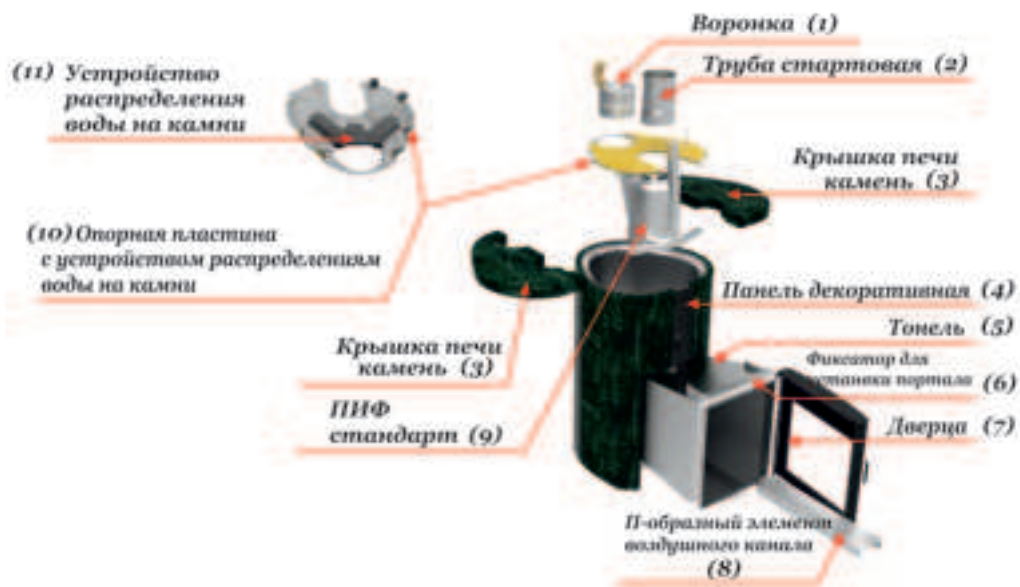

Рисунок 8.3. Схема сборки печи
- 8.4.1.** Установите корпус портала (1), закрепив его на фиксаторе, расположенном на тоннеле печи (см. рис. 8.3.).